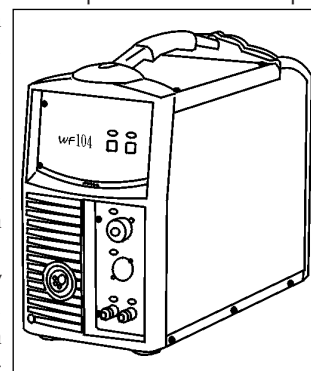

Fig. 5
2.2.1 Alimentador de alambre WF104 (Fig. 5)